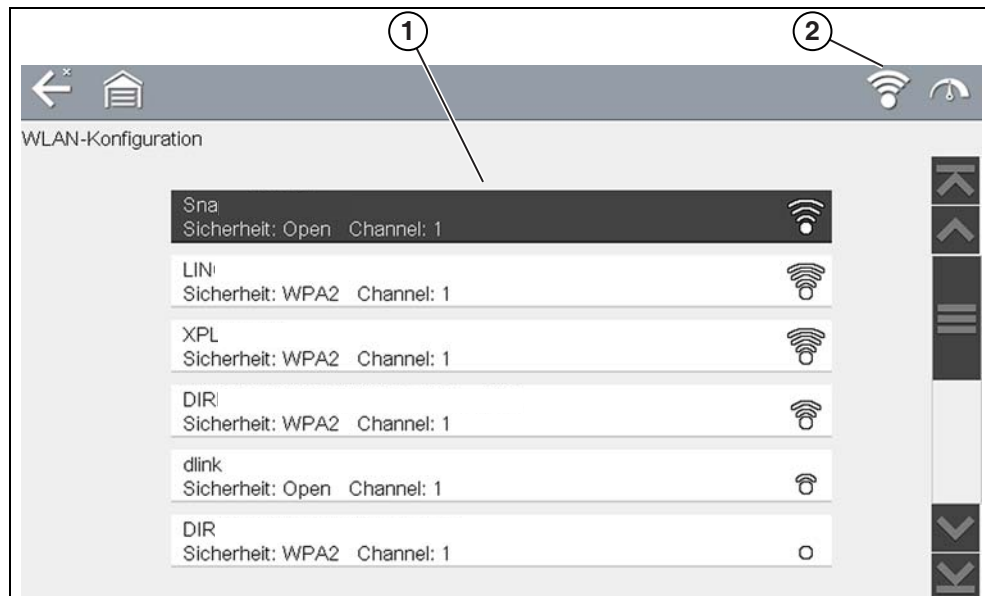

Abbildung 13-2
4. Wählen Sie Ihr Netzwerk aus. Scrollen Sie nach unten, um alle aktive Verbindung anzuzeigen (Abbildung 13-2).